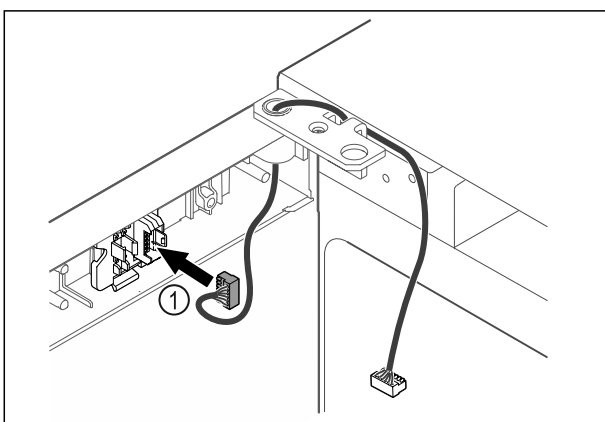

Fig. 59
- ▶ Sätt i kontakten Fig. 59 (1) i kontakthållaren.